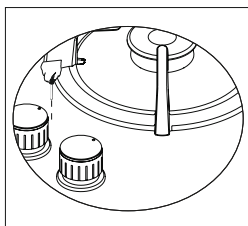

Рис. 4
4. Снимите с прибора ручки управления рис.4. Настройте винт посередине газовых кранов, как показано на рис.5, слегка повернув отверткой.